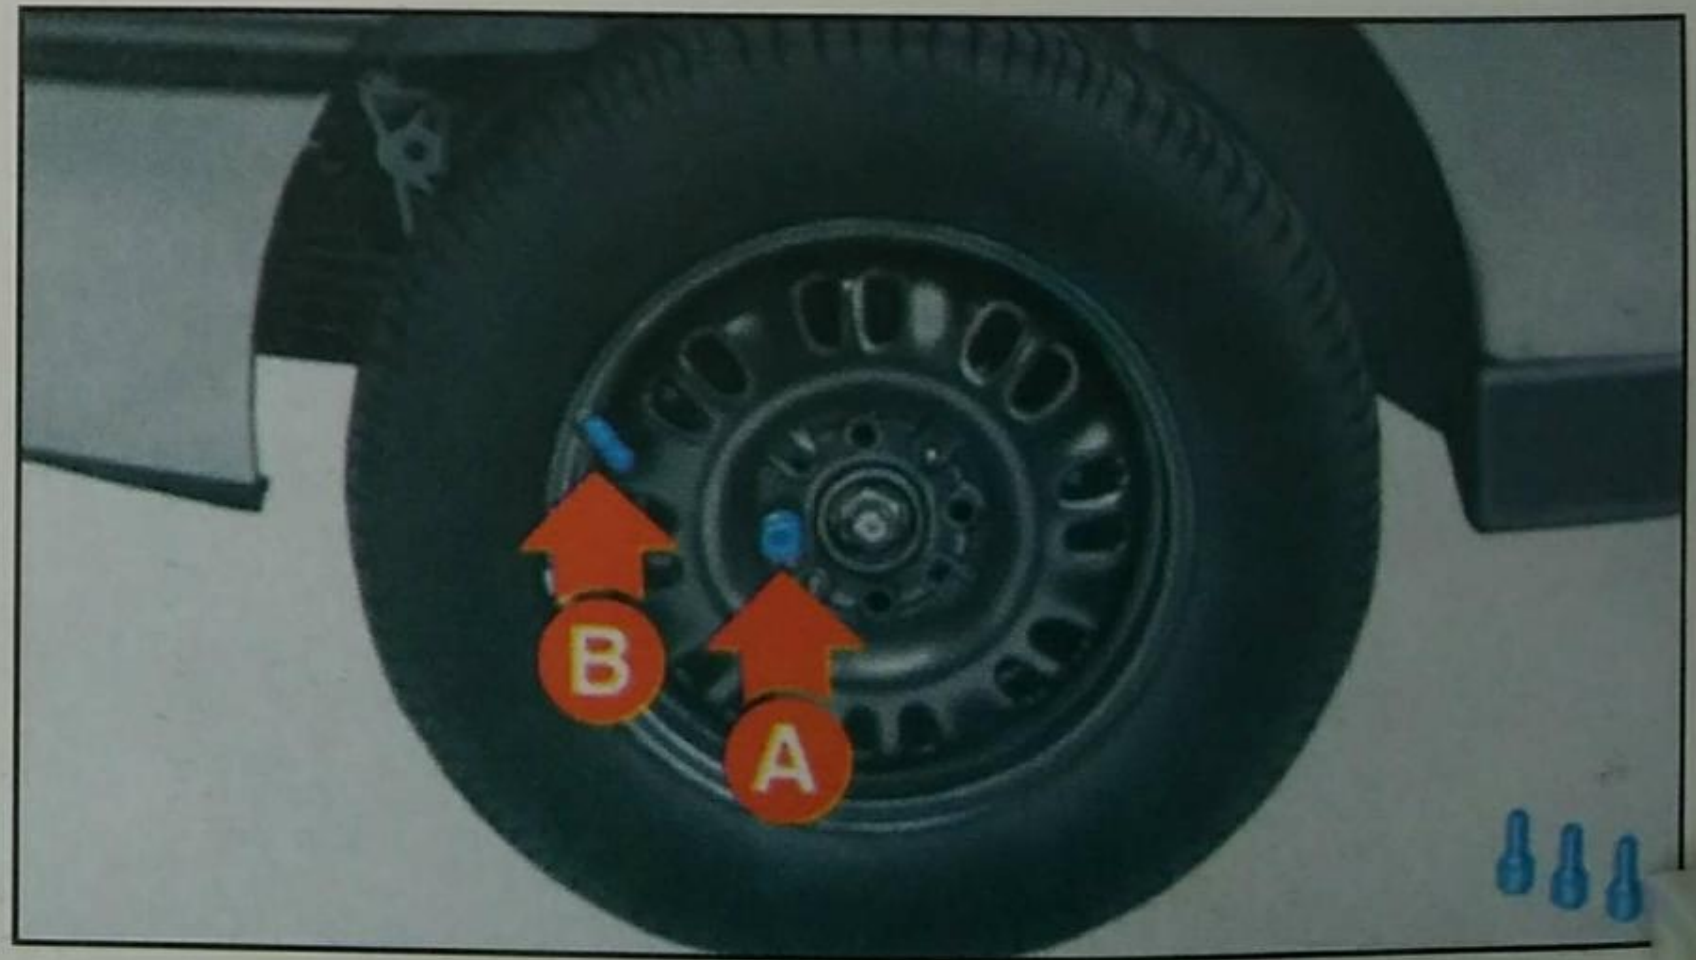

Fig. 6
8) Apretar solo uno de los pernos **A**-fig. 6, en correspondencia con la válvula de llenado **B**.